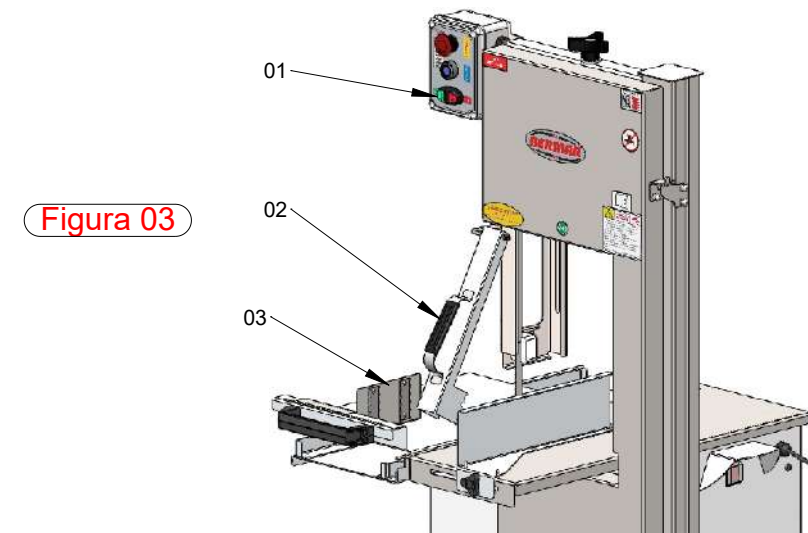

Figura 03
2.2.4 Ligue a Serra de Coluna pressionando o botão Liga/Desliga (Item 01, figura 03).
2.2.5 Conduza o produto a ser serrado sobre a mesa móvel, deslizando-a com o auxílio do empurrador (Item 02, figura 03) e do limitador de espessura da mesa móvel (Item 03, figura 03).